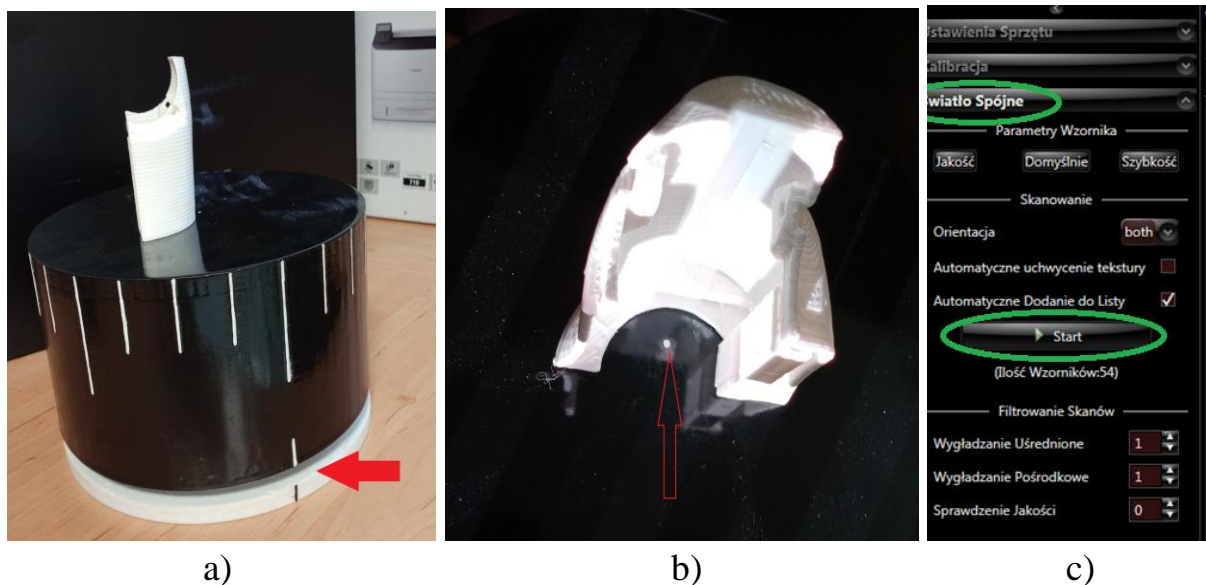
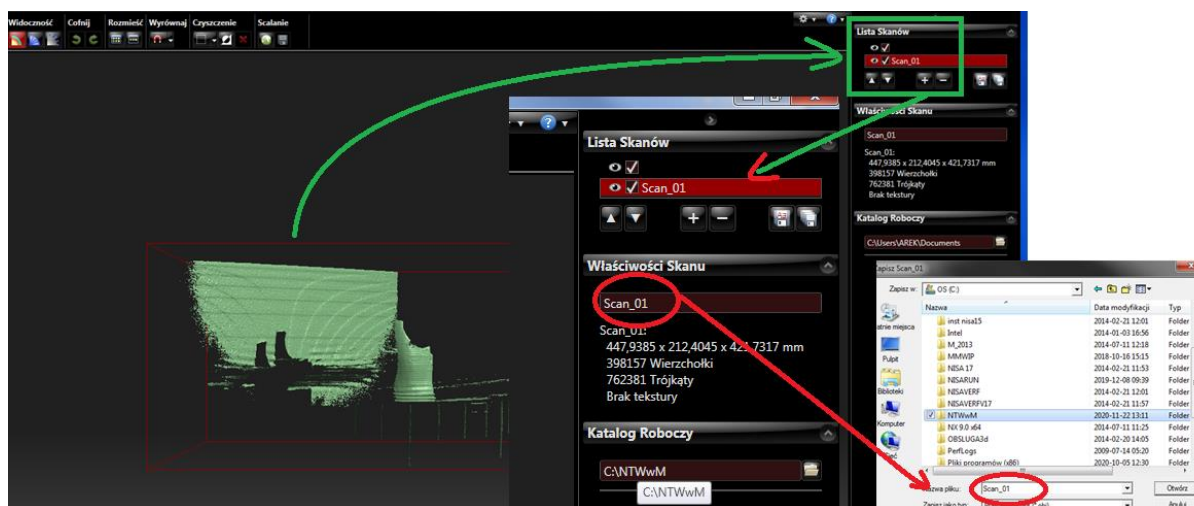

Rys. 9. Komunikat po poprawnym przeprowadzeniu procesu kalibracji.
Rys. 10. Widok ekranu kalibracyjnego z poprawnie zidentyfikowanymi punktami kalibracyjnymi.
- program zaczyna kalibrację i po oświetleniu panelu kalibracyjnego zestawami różnej szerokości linii podaje komunikat o wyniku operacji kalibracji – rys. 9, a następnie wyświetlany jest panel kalibracyjny z identyfikacją charakterystycznych punktów – rys.10.